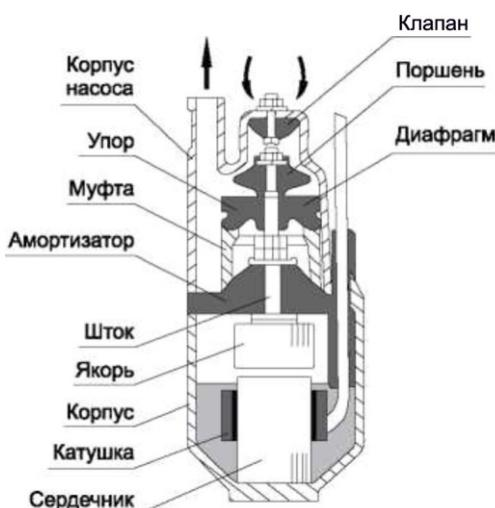

Рис. 1
6. УСТРОЙСТВО НАСОСА И ПРИНЦИП РАБОТЫ (РИС. 1, 2)